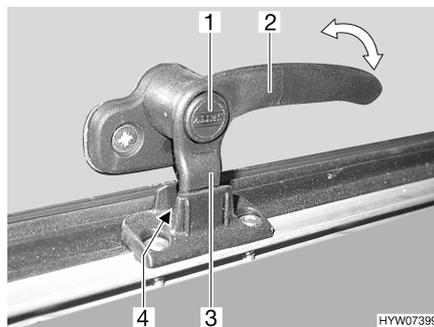

Bild 12 Verriegelungshebel in Stellung "Dauerbelüftung"
- in Stellung "Dauerbelüftung" (Bild 12)
- Sicherungsknopf (Bild 12,1) drücken und gedrückt halten.
- Den Verriegelungshebel (Bild 12,3) eine viertel Umdrehung zur Fenstermitte hin drehen.
- Den Verriegelungshebel wieder zurückdrehen. Die Verriegelungsnase (Bild 12,3) am Verriegelungshebel dabei in die Ausparung der Fensterverriegelung (Bild 12,4) einfahren.
- Sicherungsknopf (Bild 12,1) loslassen.